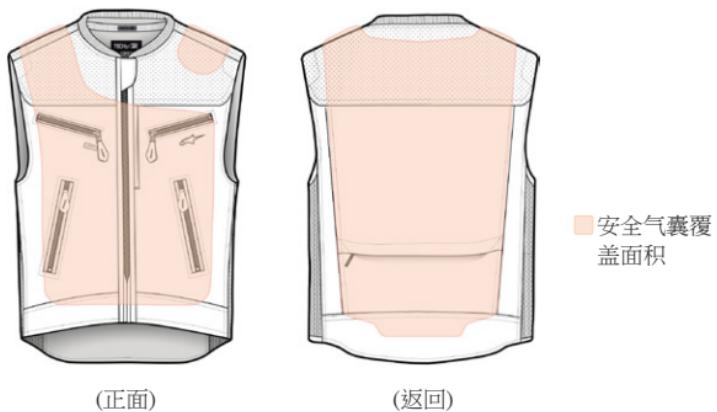

图 2：安全气囊覆盖区域
该系统配有一个保护袋，可覆盖图 2 所示的区域，在发生事故或其他触发事件时保护佩戴该系统的用户（包括骑手和乘客）。请注意，如本用户手册稍后部分所述，该系统所能提供的保护有一定的局限性（参见第 3.2 节和第 4 节“使用限制”）。
**警告！**如图 2 所示，本系统只能在安全气囊覆盖区域内提供有限的冲击保护。不保证该系统能在安全气囊覆盖区域或保护包络线内和/或外防止伤害（包括严重或致命伤害）。